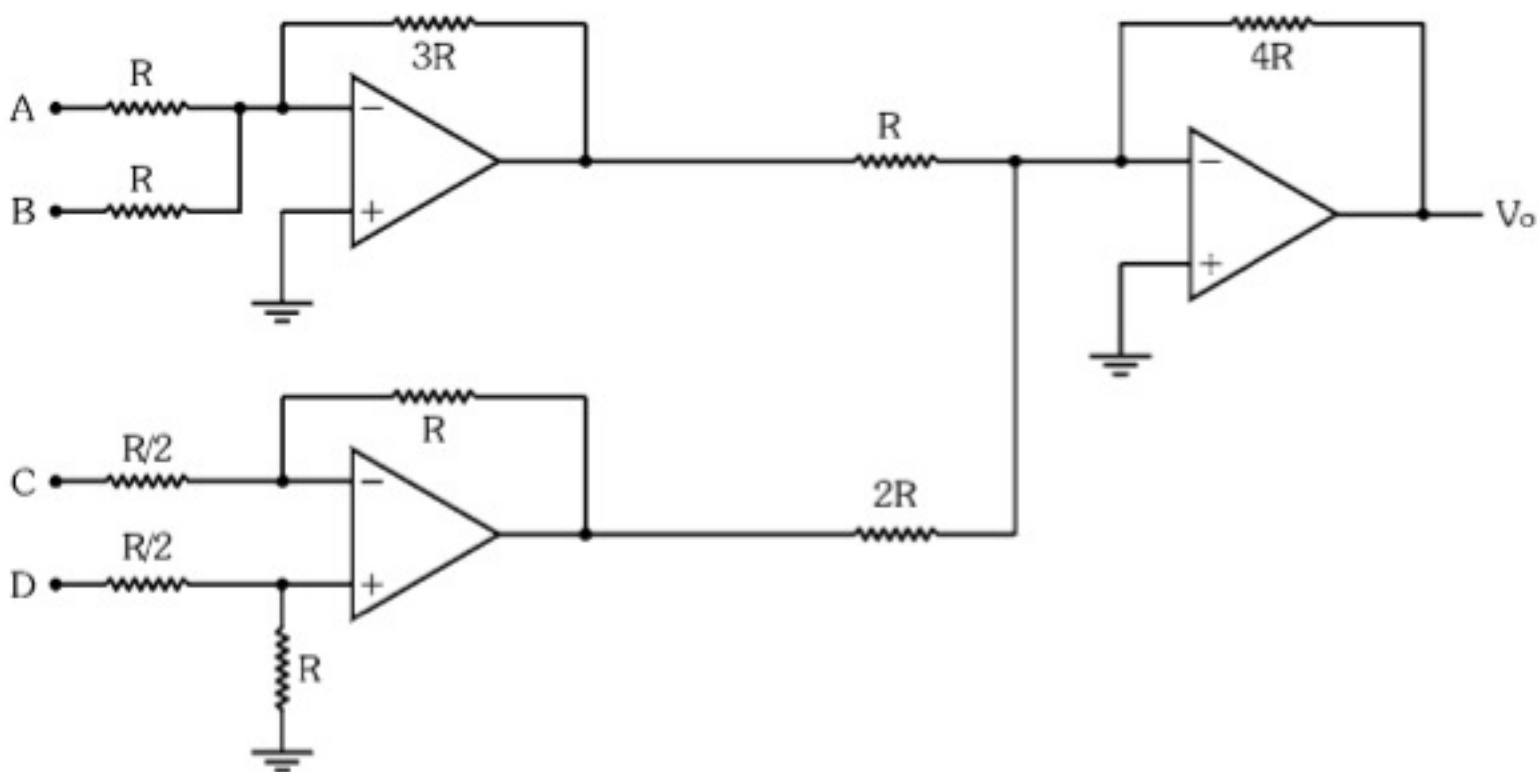

Figura 8.43 - Circuito de aplica\~cao.
8.3) Com base no circuito da Figura 8.43, forneça  $V_o$  em fun\~cao de A, B, C e D.